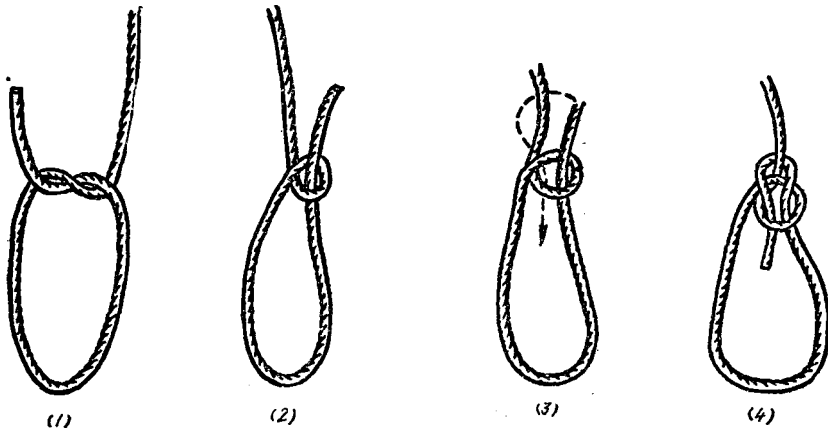

图 1-13 单套结
打法：在离绳头一定距离处打一半结（图 1-13(1)），拉紧绳头使绳根构成一绳圈（图 1-13(2)），将绳头绕过绳根回穿进绳圈内（图 1-13(3)），收紧即成。如图 1-13(4) 所示。